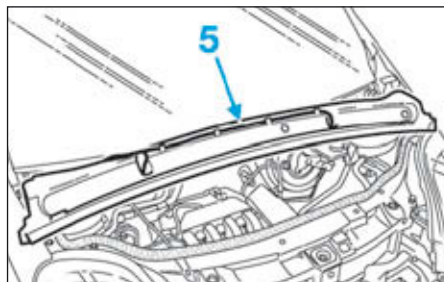

FIG.81
- Dégrafer le tuyau (5) des gicleurs de lave-vitre (Fig.81).
- Reposer le tuyau (5) des gicleurs de lave-vitre (Fig.81).